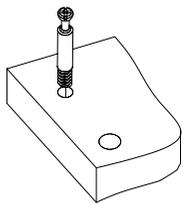
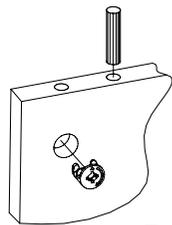
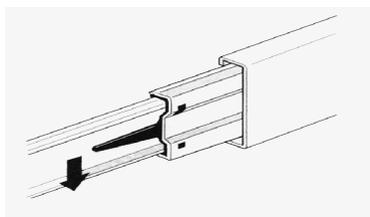

Рис.1
Рис.2
Рис.3
1. Подготовьте детали к сборке. Вкрутите шпильки Минификс в детали 1,2, 3,4 и 10 (Рис. 1) . Затем вставьте головки Минификс и шканты в детали 1, 2,3,4,5,6,7,8,11,12 и 15 (Рис. 2) . С помощью шурупов 3,5 x16 прикрутите держатели трубы на дет.4 и 5. Рассоедините телескопы как показано на рисунке (Рис.3). С помощью шурупов 3,5 x16 прикрутите широкие телескопы на детали 3 и 5.